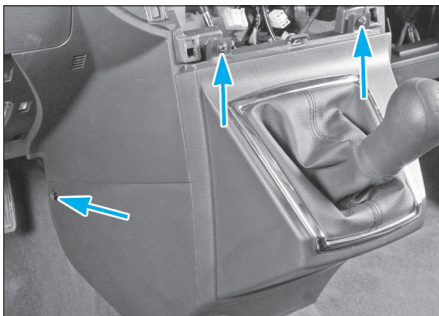

FIG. 9
- Déposer la console de levier de vitesses (2 clips et 2 vis) (fig. 9).